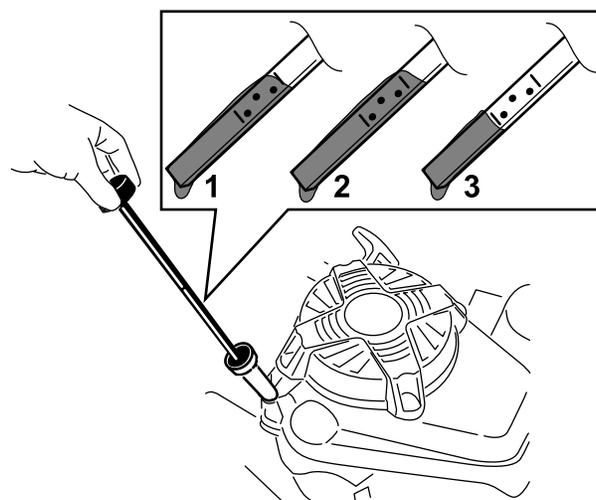

Figure 6
7. Relevez le niveau d'huile indiqué sur la jauge (Figure 6).
2. Tournez le bouchon dans le sens antihoraire et sortez la jauge (Figure 6).